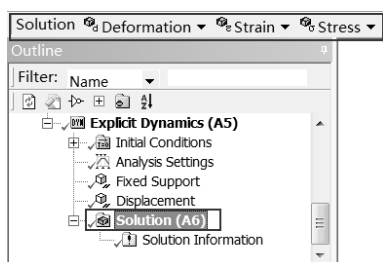

图 11-61 Solution 工具栏
Step1: 选择 Mechanical 界面左侧 Outline (分析树) 中的 Solution (A6) 选项, 此时会出现如图 11-61 所示的 Solution 工具栏。